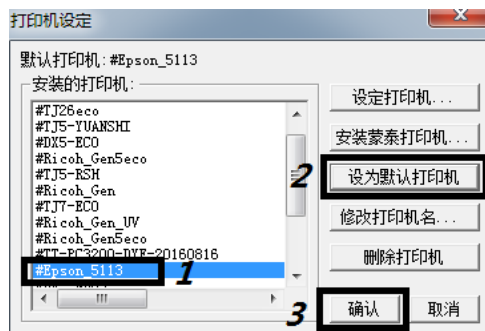

图 2.9 设置默认打印机
2.2、如图 2.9 所示，选中#Epson5113 设为默认打印机即可，安装好打印机显“#Epson5113”。安装蒙泰打印机完成。